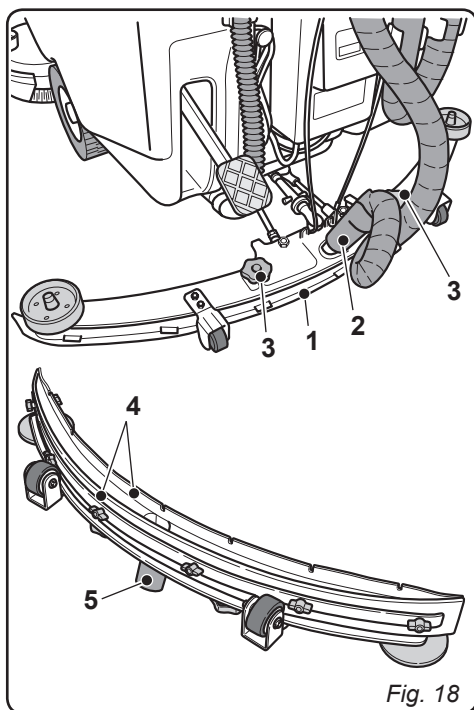

Fig. 18
- Togliere il coperchio (1).
- Sollevare il serbatoio (2).
- Lasciando il tubo (3) abbassato e il tappo rimosso, tramite un tubo versare acqua corrente all'interno del serbatoio (2), pulendolo fino a che dal tubo di scarico fuoriesca acqua pulita.
- Inserire una mano all'interno del serbatoio e pulire con un panno umido le sonde di livello (4) facendo attenzione a non deformarle.
- Svitare la vite a brugola (5) e togliere il coperchio filtro (6).
- Rimuovere e pulire il filtro (7) di aspirazione togliendo eventuali pezzi di carta, legno ecc... che lo ostruiscono.
10.1.c - Pulizia tergitore (Fig. 18)